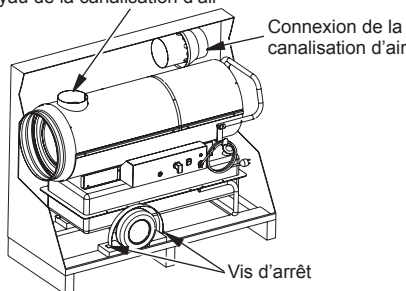

Figure 1 - Retrait du 160-IF de son carton
3. Retirez la canalisation d'air du carton (voir figure 1).
5. Dévissez les vis d'arrêt qui se trouvent sur les bandes de blocage des roues (voir figure 1).